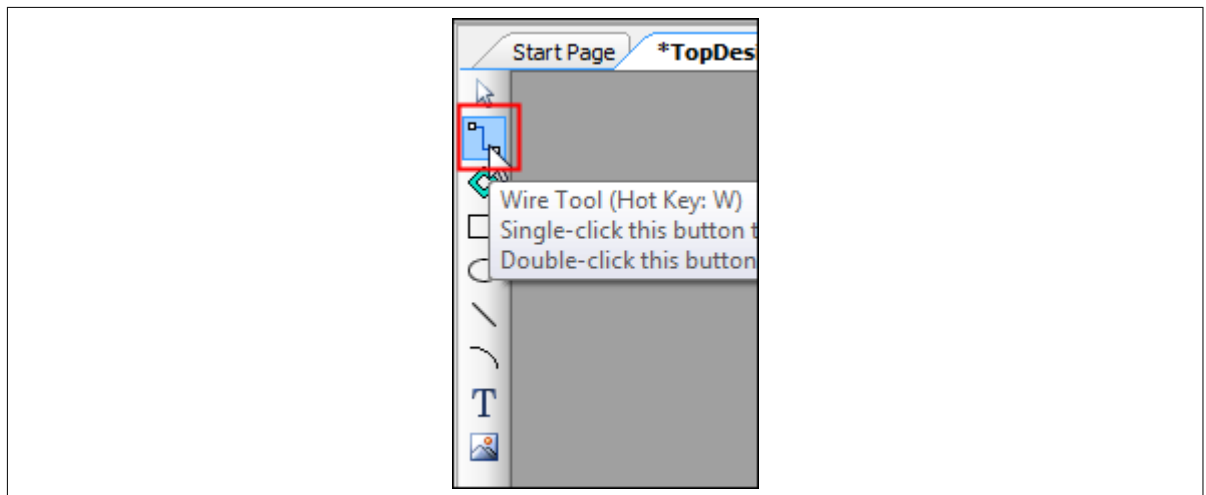

図 44 ワイヤーツールの選択
10. 回路図ウィンドウで、図 44 に示すようにワイヤー ツールを選択、または **W** を押してください。